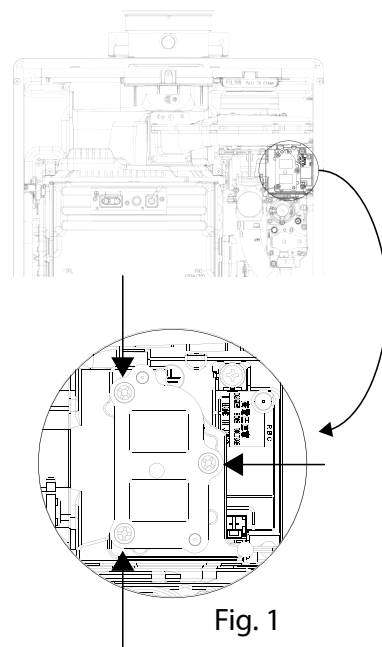

Fig. 1
4. Individuare la copertura dell'ugello nella parte superiore della valvola gas (Fig. 1).
5. Rimuovere le 3 viti di fissaggio che fissano l'ugello alla sua copertura (Fig. 1).